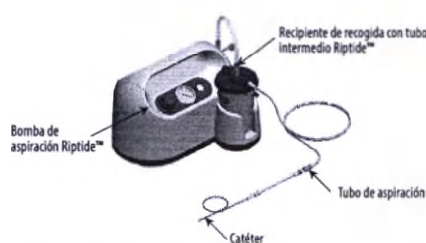

Figura 1: Diagrama de configuración del sistema de aspiración Riptide™
- Consulte la Figura 1 (arriba) la disposición correcta de los dispositivos para lograr la configuración adecuada del sistema de aspiración Riptide™.